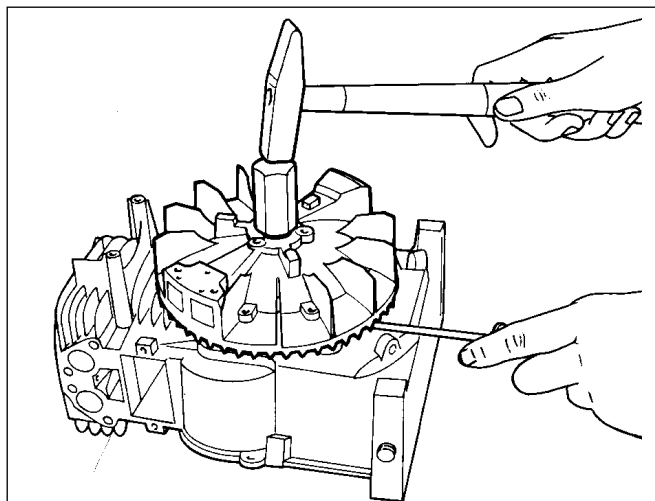

Abb. 4
- Stützen Sie das Schwungrad von unten ab und schlagen Sie einmal fest mit dem Hammer auf das Werkzeug, um das Schwungrad zu lösen (Abb. 4).